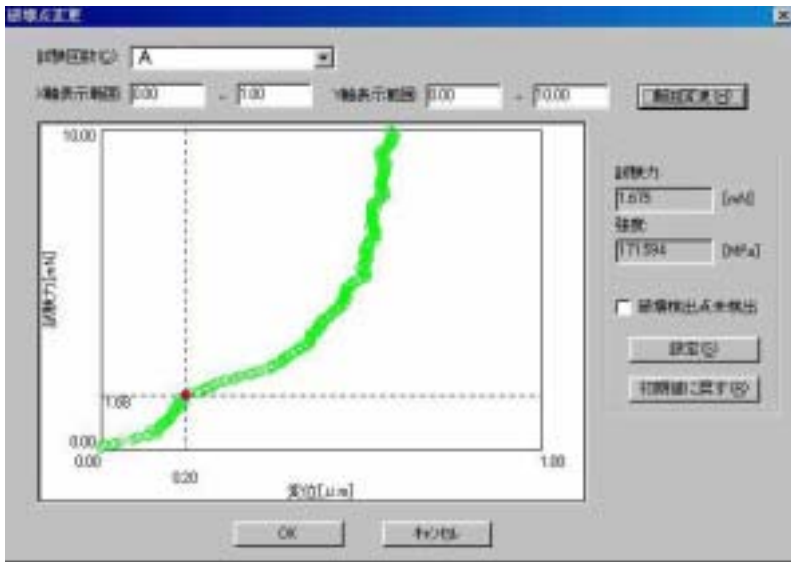

図3 研磨剤 A の試験力 変位グラフ
- 2.項の試験条件で試験し、「破壊点確認の試験力 変位グラフ」の例を図3に示します。